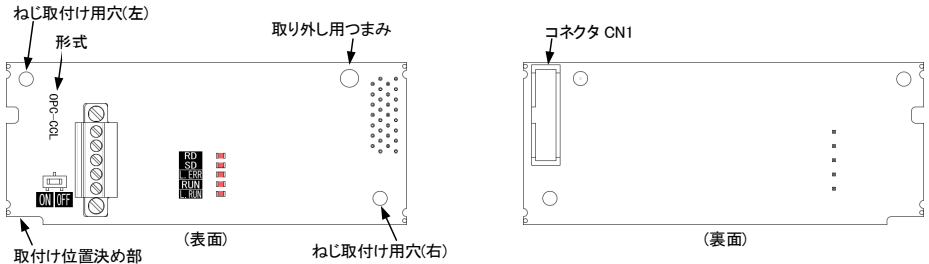

図 1.1 CC-Link 通信カードの各部の名称
- (1) 通信カード、ねじ (M3×8 : 2 本)、取扱説明書 (本書) が入っていることを確認してください。
- (2) 通信カード上の部品の異常、凹み、反りなど輸送時での破損がないことを確認してください。
- (3) 通信カード上に形式「OPC-GCL」が印刷されていることを確認してください。(図 1.1 参照)
- 通信カードの裏面 (図 1.1) の CN1 を、インバータの接続ポートへ差し込み、付属ねじで固定して下さい。(図 3.2)
注意 通信カードの取付け位置決め部 (図 1.1) がツメ (図 3.2 の①) にセットされ、CN1 (図 3.2 の②) が確実に差し込まれていることを確認してください。図 3.3 は取付け完了を示します。